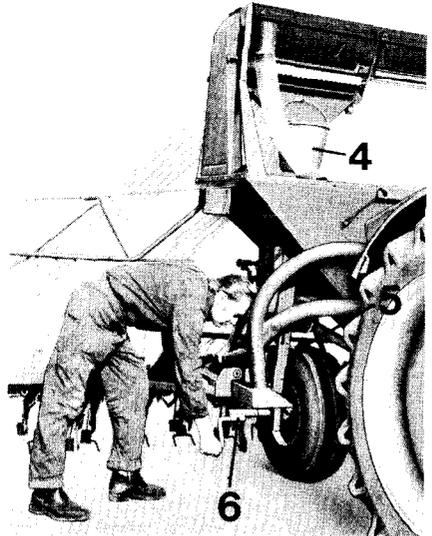

Fig. 21
6. Je einen Eimer (Fig. 21/4) links und rechts unter die Ausläufe hängen. Die Abdrehkurbel, die auf der Innenseite des Kettenschachtes (Fig. 21/5) befestigt ist, auf die Hülse (Fig. 21/6) am Laufrad stecken und drehen, bis alle Säräder fördern. Bei Getreide etwa 10 mal, bei kleinen Rapsmengen etwa 30 mal.
7. Die **beiden** Eimer (Fig. 21/4) in den Hauptbehälter entleeren und wieder unter die Auslauföffnungen hängen. Jetzt abdrehen: